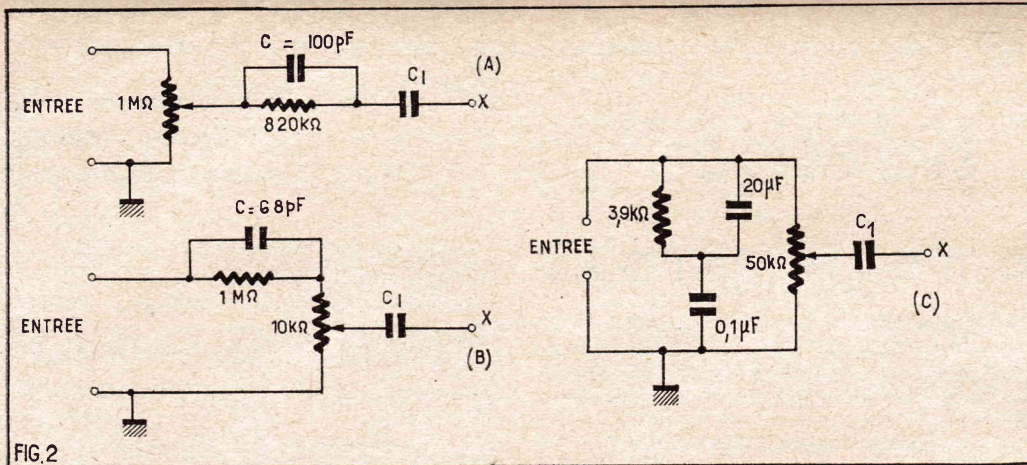

FIG. 2
En raison de la très grande sensibilité de cet amplificateur, qui est de 3,5 mV pour 3 W à la sortie on peut considérer que dans de nombreuses applications on pourrait se dispenser d'un préamplificateur. Nous donnons à la figure 2, trois schémas A, B et C de circuits d'entrée spéciaux, effectuant la correction et munis de réglage de volume.
Figure 2 A : circuit pour pick-up piézo électrique. Le réglage de volume de 1 M Ω est disposé en parallèle sur l'entrée, c'est-à-dire sur le pick-up. Le circuit 100 pF (C) — 820 k Ω est un correcteur améliorant la réponse aux fréquences élevées. La valeur de C = 100 pF est donnée à titre d'ordre de grandeur, pratiquement on déterminera C d'après la tonalité désirée. C_1 est le conden-
En B, figure 2, on donne un autre circuit d'entrée pour PU piézo électrique. Ici le circuit correcteur C-1 M Ω est à l'entrée et le VC à la sortie. La valeur de C est à déterminer, par exemple 68 pF, de C_1 est de 25 μF .
En C, figure 2, le montage convient pour un pick-up à réluctance variable et effectuant la correction spécialement prévue pour ce capteur. La valeur de C_1 est 25 μF .
Une autre solution, si l'on utilise le montage de la figure 2, A, B et C, est de disposer des réglages de tonalité simples sur l'amplificateur.